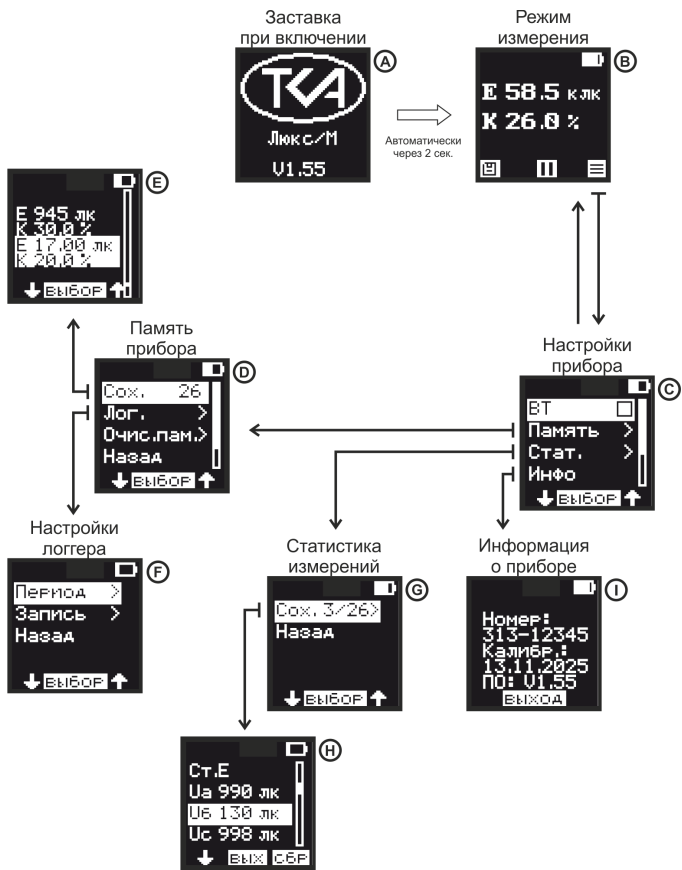

Рис.3 Переключение экранов прибора
5.7 Переключение экранов происходит в следующем порядке (см. Рис.3):